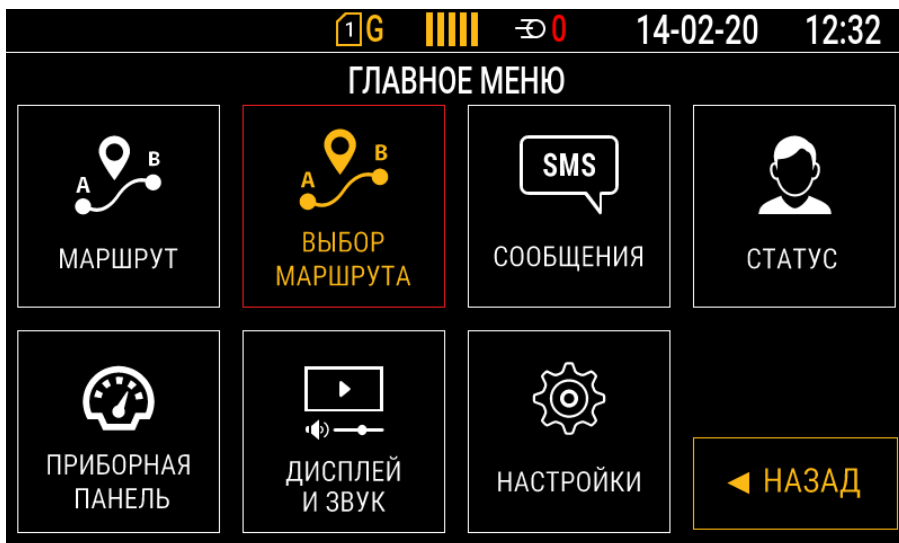

Рис.105. Выбор маршрута
- Посмотреть доступные маршруты и выбрать нужный для работы в режиме «Автоинформатор» вы можете в разделе «Выбор маршрута» (Рис.105).